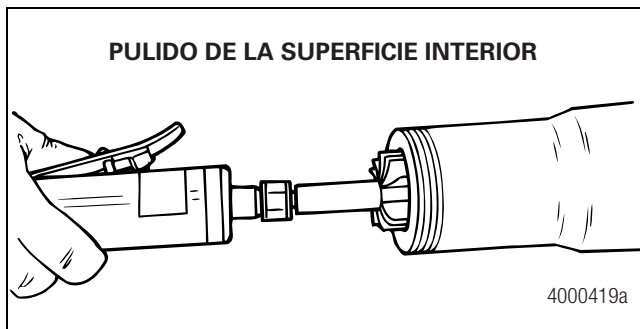

Figura 2.10
- Pula la superficie interior de la espiga para retirar todos los residuos de material adhesivo del tapón de espiga viejo y cualquier rebaba metálica o borde afilado que pueda haber en dicha superficie. Figura 2.10.